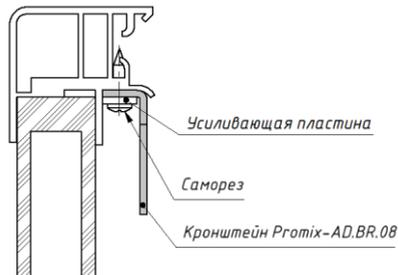

Рис. 7. Установка кронштейна Promix-AD.BR.08.
3. Далее необходимо приложить кронштейн к профилю, разметить точки крепления и выполнить в профиле три отверстия $\text{Ø}3$ мм. Установить кронштейн, приложить регулировочную пластину и зафиксировать саморезами 4,2x16 из комплекта поставки (см. рис. 7). При возникновении необходимости регулировки кронштейна по высоте – ослабить саморезы, произвести регулировку. Диапазон регулировки кронштейна по высоте составляет 10 мм.